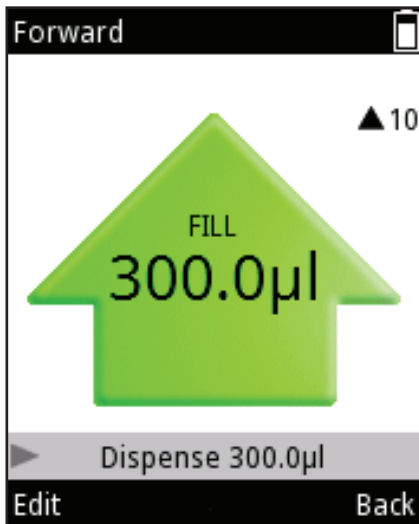

Figura D4.
1. Il volume può essere modificato premendo  (**Edit**) (Modifica) o ,  con la funzione di pipettaggio attiva (Figura D4).
1. Il volume può essere modificato premendo (**Edit**) (Modifica) o , con la funzione di pipettaggio attiva (Figura D4).
1. Premere (**Edit**) (Modifica) o , nella visualizzazione della modalità di pipettaggio (Figura D4).